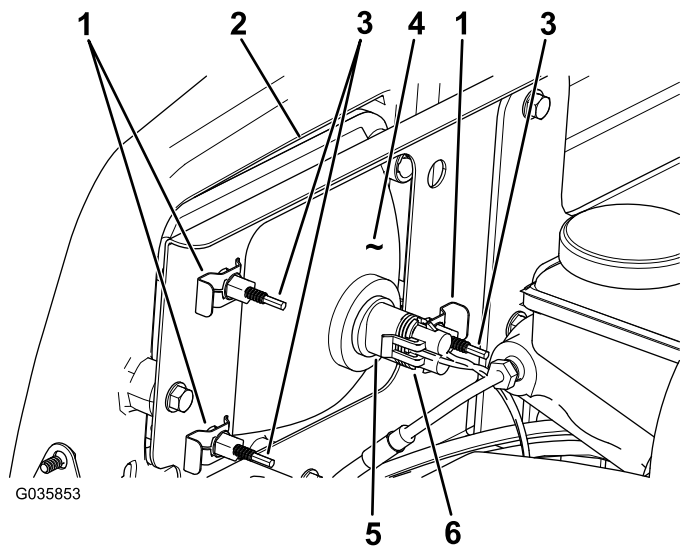

图 45
3. 将线束的电气接头与新灯总成的接头断开 图 45。
4. 卸下将大灯固定至大灯支架上的快速夹 图 45。
5. 将大灯总成从前保险杠的开口向前推出卸下大灯总成 图 45。
6. 通过保险杠开口将新大灯装入 图 45。
8. 将线束的电气接头与灯总成的接头连接 图 45。
2. 在大灯总成背面旋转调节螺丝 图 45以转动大灯总成调整光束投射的位置。